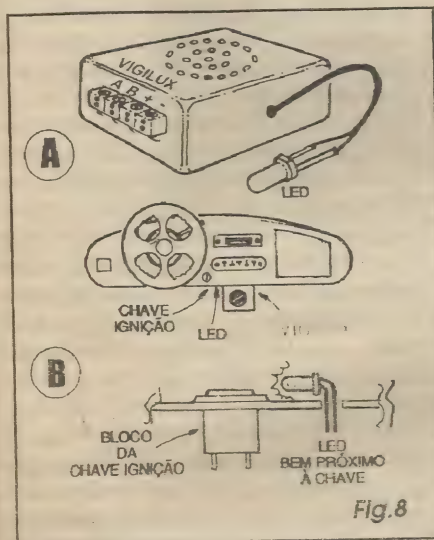

Fig. 8
- **FIG. 8 - ACABAMENTO, INSTALAÇÃO FÍSICA E USO...** - Em 8-A temos uma sugestão simples e prática para o *encaixamento* do circuito num pequeno *container* plástico padronizado, devendo ser feitos alguns furinhos (para saída do som gerado...) na face principal, contendo o alto-falante colado ou parafusado pelo lado de dentro. Numa das laterais poderá ficar uma barrinha de segmentos parafusáveis (*Sindal*), com as respectivas identificações para as